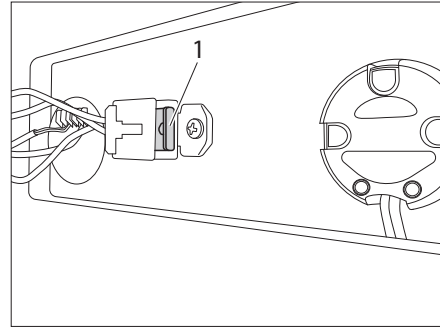

Figura 82 Cambiar el fusible
- Cambie el fusible (Figura 82,1).